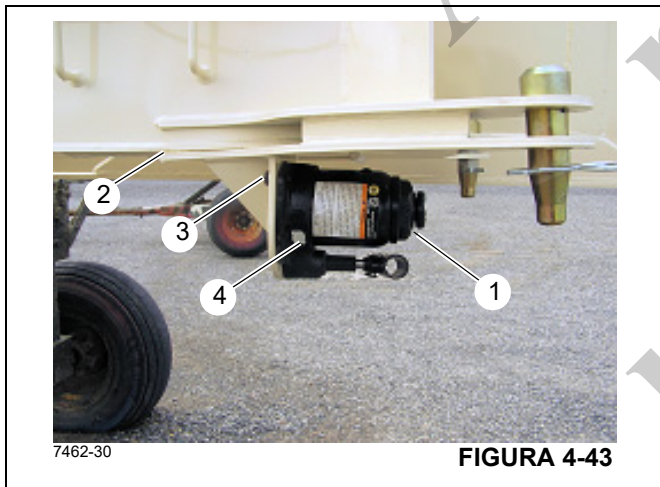

FIGURA 4-43
1. Com a guia completamente abaixada e o pistão pressionado, coloque o macaco em sua posição nivelada vertical e remova o bujão de enchimento de óleo (4, Figura 4-43).
2. Para drenar o óleo, remova o bujão de enchimento (4, Figura 4-43).